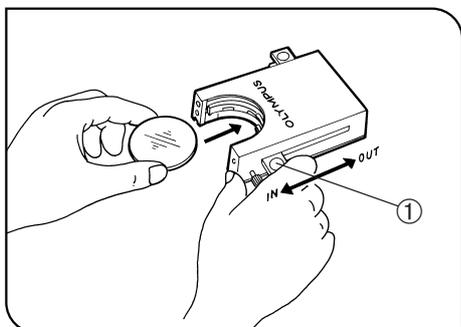

Fig. 7
2. Spostare la slitta ① nella posizione IN. Assicurarsi che si blocchi bene (Fig. 7).
3. Tenendo la leva nella posizione mostrata alla Fig. 7, mettere il filtro nella cassetta, inserendolo nella posizione indicata dalla freccia.